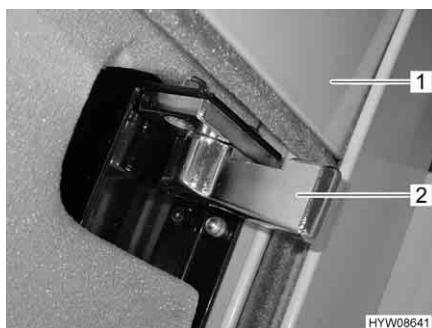

Fig. 28 Chiusura di sicurezza (oscurante a rullo)
- Premere e tenere premuto il pulsante basculante (Fig. 26,1 o Fig. 27,1) finché l'oscurante a rullo (Fig. 28,1) ha raggiunto la posizione più alta.
- Sui entrambi i lati, ruotare spingendo indietro (Fig. 28) la chiusura di sicurezza (Fig. 28,2).